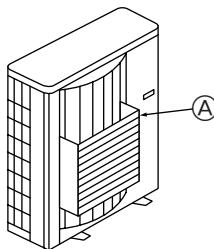

Fig. 2-4
- ② Monter en udblæsningsledeplade og luftlederledeplade (ekstraudstyr), hvis enheden installeres på et sted, hvor kraftig blæst fra stormvejr osv. kan komme direkte ind i luftudblæsningen. (Fig. 2-4)